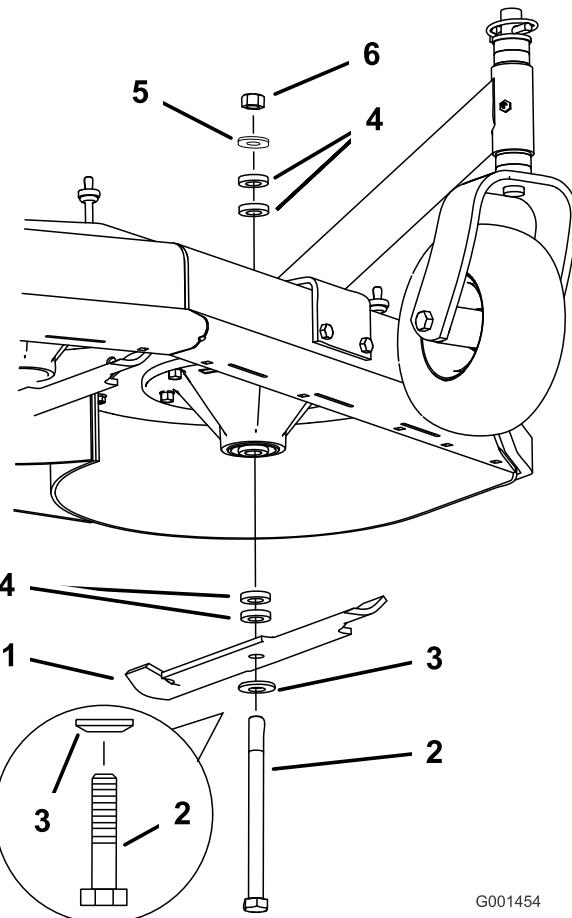

Figure 56
2. Enlevez de l'axe, l'écrou, le boulon de lame, la rondelle bombée, la lame, les entretoises et la rondelle mince (Figure 56).
- Placez la rondelle bombée puis la lame sur le boulon. Choisissez le nombre correct d'entretoise(s) pour la hauteur de coupe, et insérez le boulon dans l'axe (Figure 56).
- Posez la ou les dernière(s) entretoise(s) et fixez-la ou les en place avec une rondelle mince et un écrou (Figure 56).